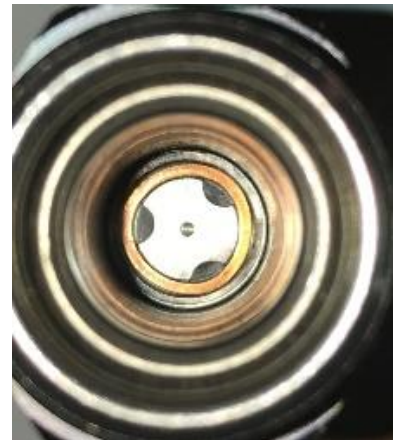

Figura 7-12: Interior de la base del solenoide
10. Verifique la presencia del anillo de cobre en la parte inferior de la base del solenoide y verifique su integridad. **Vea la Figura 7-12.**